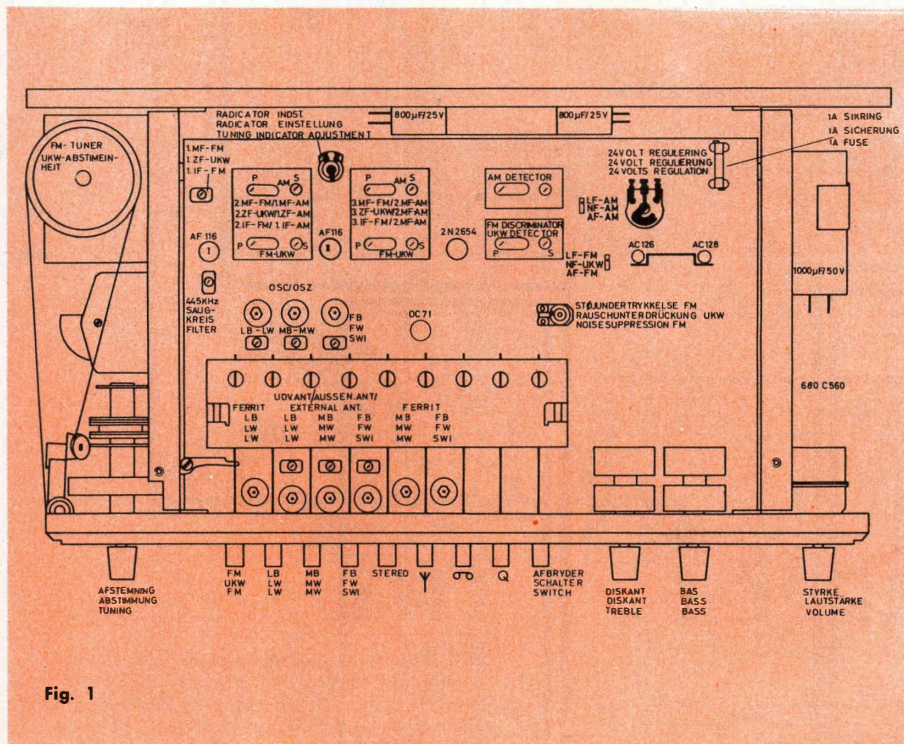

Fig. 1
L'allineamento per i 444 kHz (AM) deve essere effettuato con il pulsante AM (fig. 1) premuto e il condensatore variabile completamente chiuso. Il segnale di ampiezza opportuna deve essere inviato dal generatore alla base del transistor AF 116 I tramite un condensatore da 0,1  $\mu$ F. Il segnale viene prelevato all'apposita presa AF-AM ed il circuito deve essere accordato per la
Fig. 1 - Esempio di ridisposizione dei componenti in uno schema grafico, per la realizzazione di un circuito stampato: in **A** sono presenti due incroci, evidenziati da un circoletto. In **B**, grazie ad una diversa disposizione di due componenti, i due punti di incrocio sono stati eliminati.